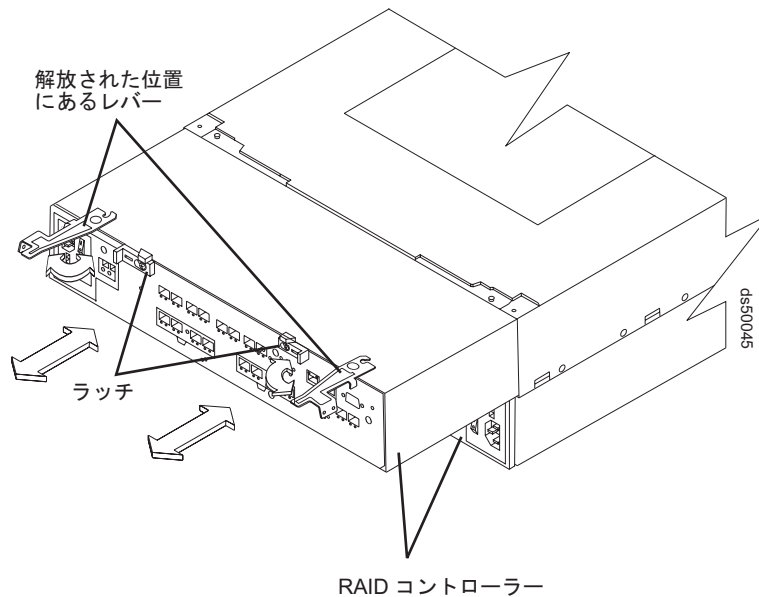

図 101. ストレージ・サブシステムからのコントローラーの取り外し
- b. レバーを使用して、ストレージ・サブシステム・シャーシからコントローラーをスライドさせます。(図 101 に、ストレージ・サブシステム・シャーシからスライドするコントローラーを示します。)